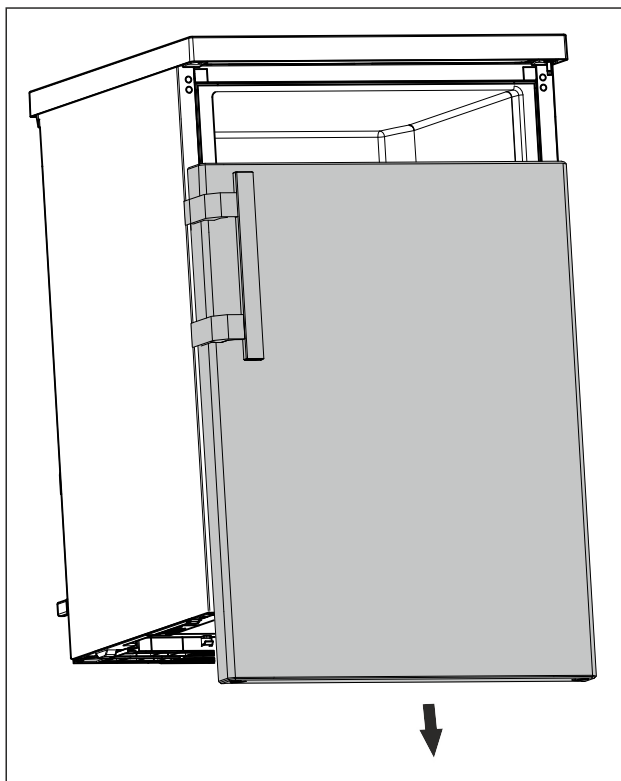

Fig. 12
- Ota ovi alaspäin pois. (katso Fig. 12)